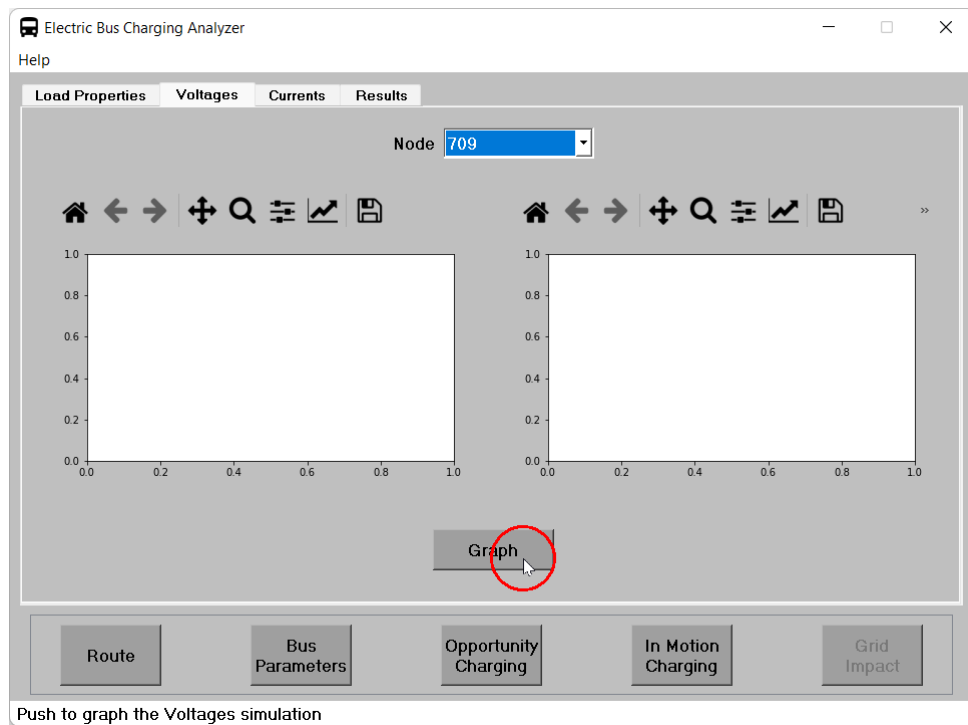

Figura 59: Graficar tensión.
11. Seguidamente, se presiona el botón **Graph** tal como se muestra en la figura 59 para visualizar los gráficos de magnitud y ángulo de la tensión.